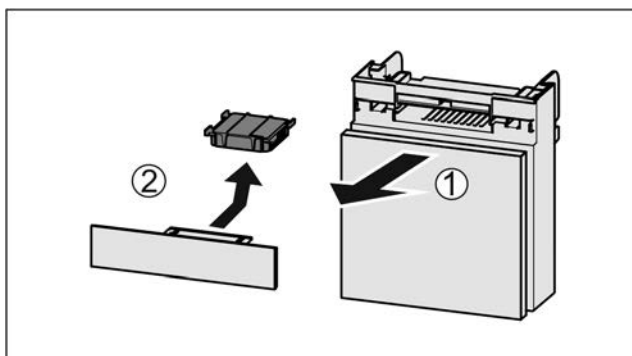

Fig. 54
- Вытянуть Fig. 54 (1) отделение движением вперед.
- Извлечение Fig. 54 (2) фильтра с активированным углем.